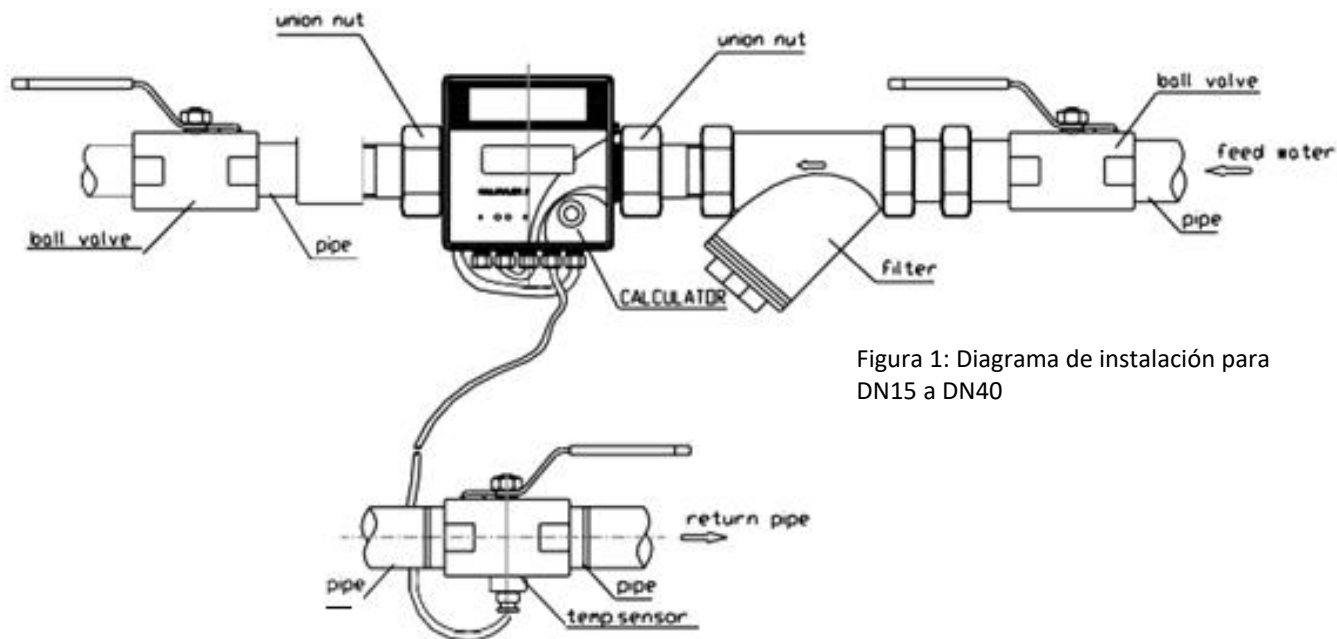
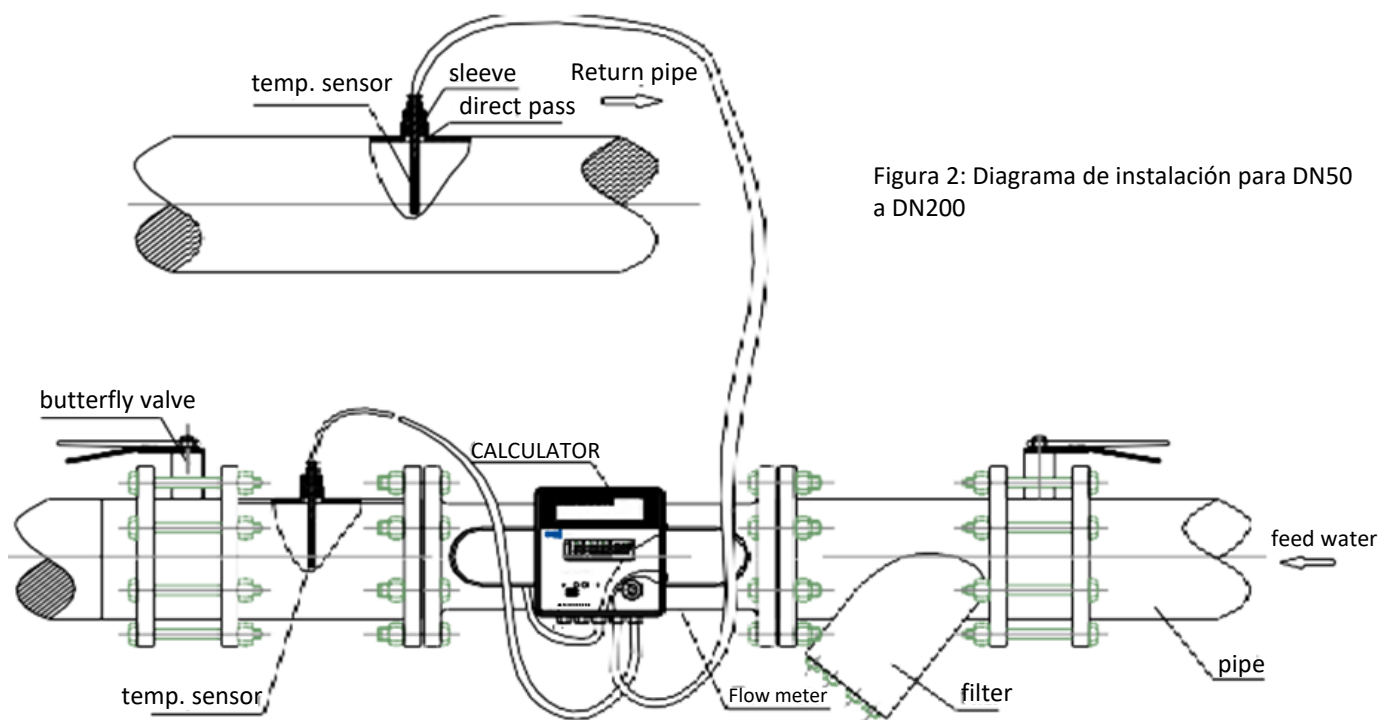

Figura 1: Diagrama de instalación para
Figura 2: Diagrama de instalación para DN50
- ❖ 1. Instale el medidor como se muestra en la Figura 1 o la Figura 2 (siguiente página).